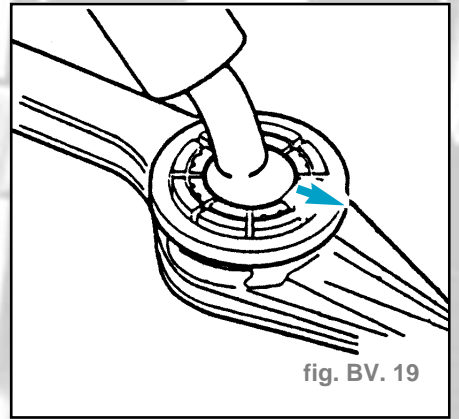

fig. BV. 19
- Présenter la cuvette de palier de sorte que l'ergot ou la flèche de la cuvette de palier soit orienté en direction du tourillon (fig. BV. 19.)